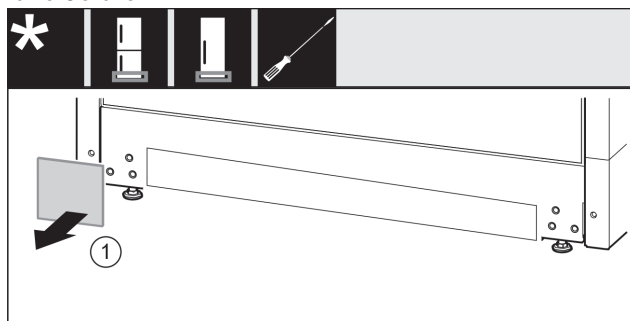

Fig. 15
- ▶ Abdeckung abnehmen. Fig. 15 (1)